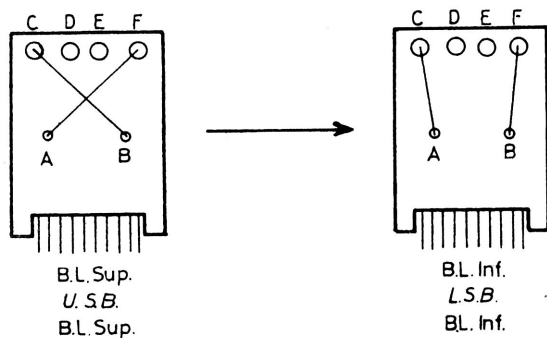

Fig. 6.3.2
- Dessolder le fil arrivant sur le plot C et le ressouder en F (Fig. 6.3.2).
- Unsolder the wire arriving on the plot C and solder it again on F (fig. 6.3.2.)
- Desoldar el hilo llegando en el contacto C y soldarlo en F (fig. 6.3.2)